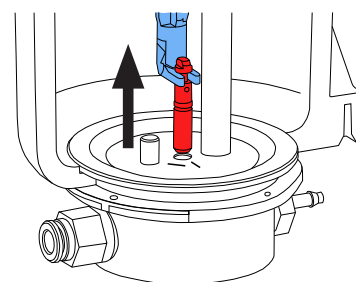

Abb. 13
- ⇒ Dosierdüse mit Werkzeug fassen und nach oben herausziehen (Abb. 13).